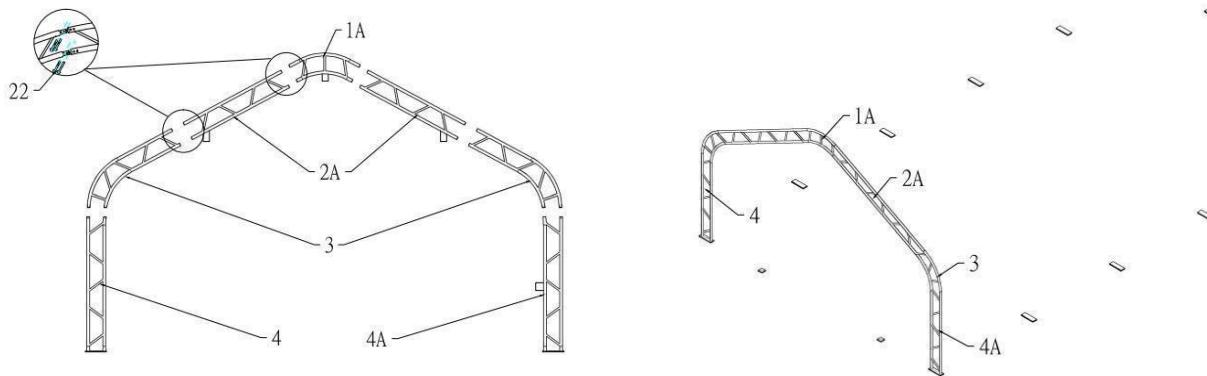
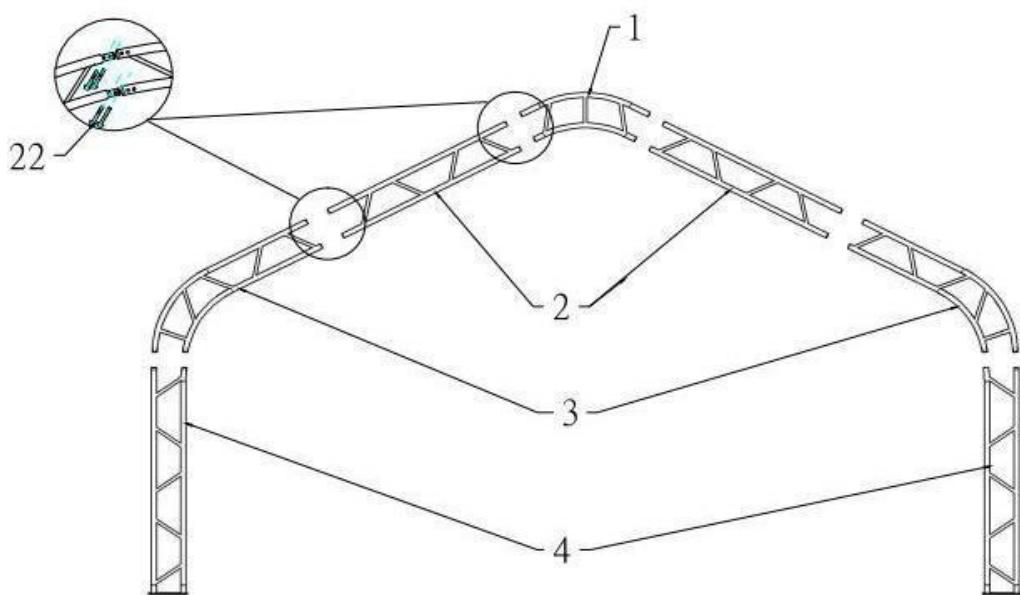
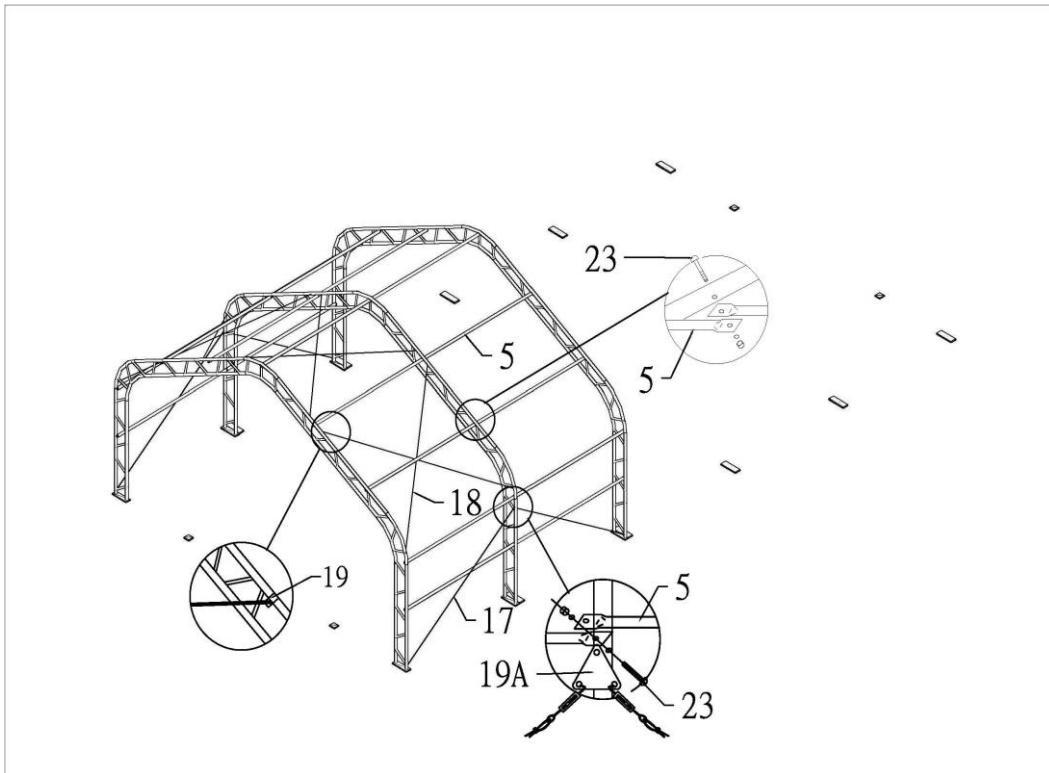

Bild 3
Bild 4
Bild 5
1. I bild 3 monteras takets böjda rör för fram- och bakdörren (1A), fram- och bakdörrens böjda rör för sidoväggen (2A) och axelrör (3), vertikalt rör (4) och framdörrrens vertikala rör (4A) med M8x60-bultar (22). Placera bågen i röret med en vinsch (se bild 4).
2. I bild 4 monteras takets böjda rör (1), sidoväggens böjda rör (2), axelrör (3) och vertikalt rör (4) med M8X60-bultar (22). Placera bågen i röret med en vinsch. Fäst vågarna en åt gången (bild 5).
3. Montera bjälkarna (5) i tur och ordning i ramen med M10x70-bultar (23) (se bild 5). Montera stålvajern (17 och 18) ovan och på sidan med klämmor (19) (se bild 5).